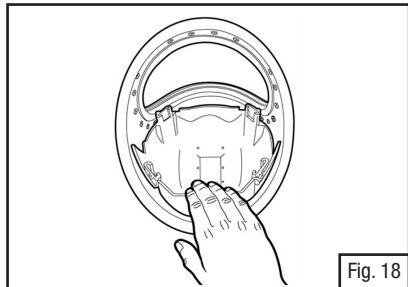

Fig. 18
1. Coloque a frente da concha interior no capacete e posicione corretamente (Fig. 18).